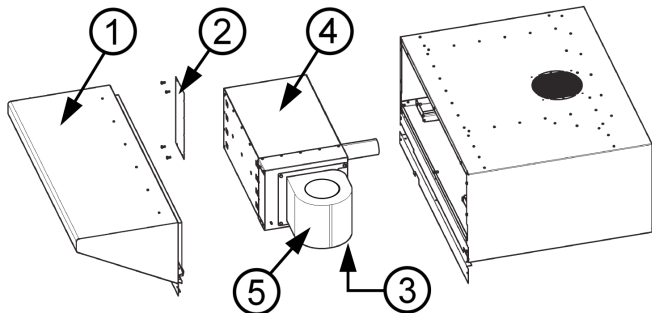
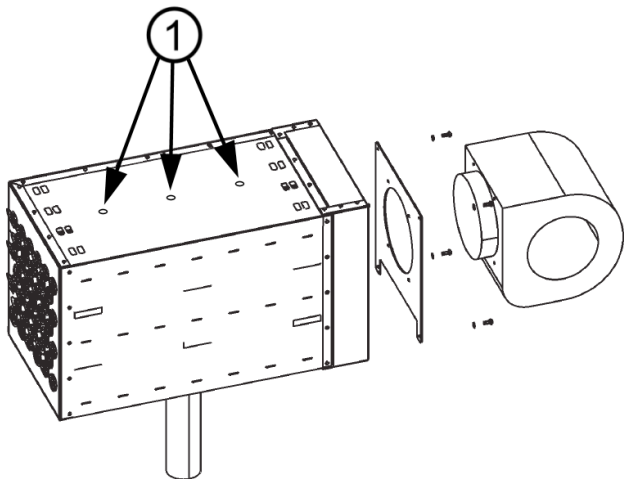

Рисунок 22: Разобранный зонт 0610
Рисунок 23: Описание теплообменника зонта
- На передней части конденсатоотводчика находится 12 болтов М5. Отвинтите эти болты и снимите конденсатоотводчик (1) с зонта (рис. 22).
- Отвинтите стопорную пластину и разделительный стержень (2).
- Отсоедините разъем кабеля питания (3) от гнезда в нижней части двигателя.
- Снимите теплообменник (4) и двигатель (5).
- Снимите стальную пластину с двигателем с теплообменника (рис. 23).
Поместите теплообменник в подходящее для слива воды место, при этом три служебных отверстия (1) должны быть обращены вверх (рис. 23). Влейте мыло в теплообменник через эти три отверстия и оставьте на 15 минут. Затем сполосните теплообменник горячей водой.